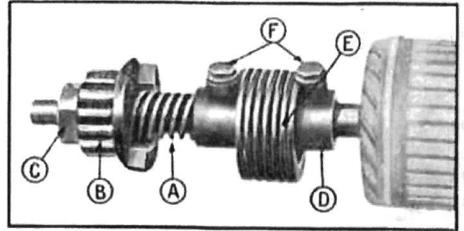

Fig. 340. — Ensemble du bendix.
- 4—Relever l'arrêt de la vis spéciale fixant le ressort du bendix sur l'arbre à vis du démarreur, puis retirer cet arbre (fig. 340).